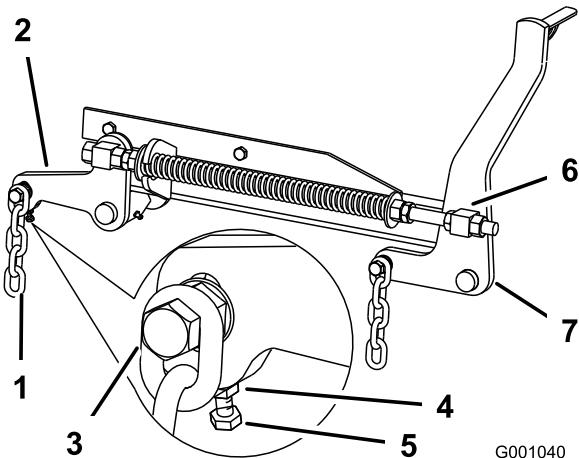

Figure 61
7. Si la distance mesurée au point **B** ou **C** n'est pas correcte, desserrez le boulon de fixation de la chaîne arrière au bras de support arrière (Figure 61).
8. Desserrez l'écrou de blocage sous le bras de support arrière et agissez sur le boulon de réglage de manière à obtenir une distance de 79 à 83 mm (3-1/8 à 3-1/4 pouces) (Figure 61).
- Desserrez d'environ 13 mm (1/2 po) les écrous de blocage à l'avant des pivots avant gauche et droit (Figure 61).
- Réglez les écrous de relevage sur les côtés gauche et droit de la machine de manière à abaisser l'avant de 6 à 10 mm (1/4 à 3/8 po) au point **A** par rapport au point **B** à l'arrière (Figure 61).